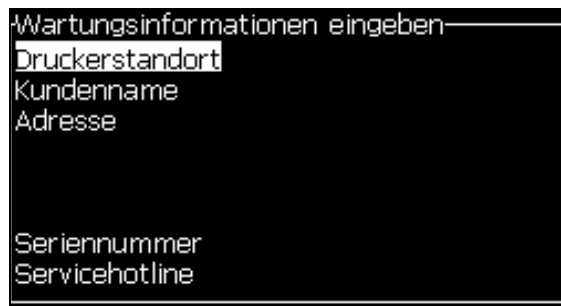

Abbildung 4-22: *Dialogfeld Enter Service Information (Wartungsinformationen eingeben)*
- 2 Wählen Sie die Option *Enter Service Information (Wartungsinformationen eingeben)* und drücken Sie die Taste *Enter*. Das Dialogfeld *Enter Service Information (Wartungsinformationen eingeben)* erscheint (siehe Abbildung 4-22).